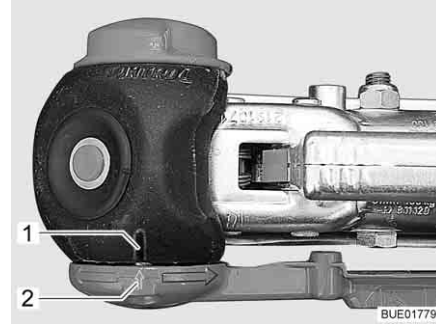

Fig. 4 Control "AKS cerrado"
- Empujar la palanca de estabilización hacia abajo hasta que la marca de la palanca de estabilización (Fig. 4,2) coincida con la de la carcasa de estabilización (Fig. 4,1).